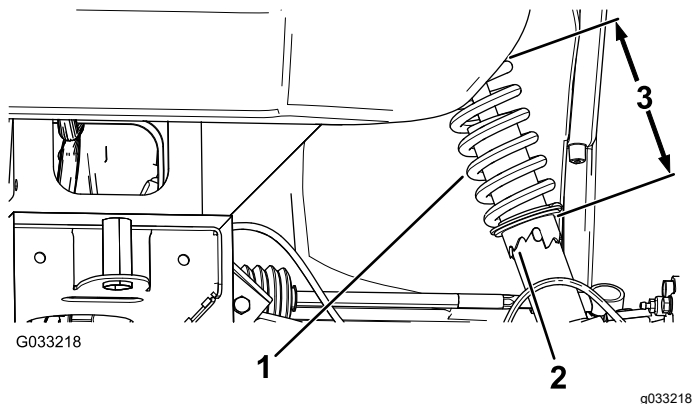

Figura 56
- Si la caída de la rueda no está alineada, utilice la llave de tuercas para girar el collarín en el amortiguador y alinear la rueda (Figura 56).